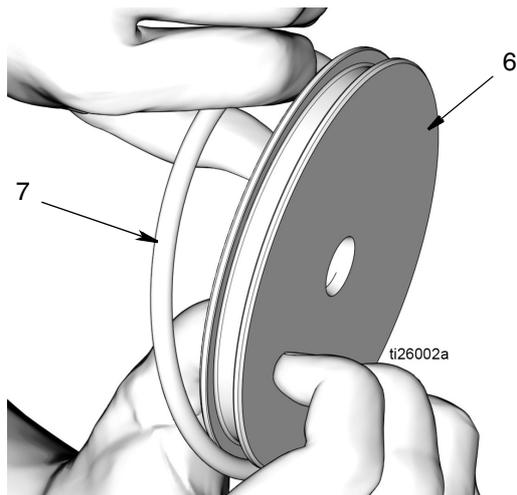

FIG. 24
- d. Saque la junta tórica (7) del pistón (6) (FIG. 24).